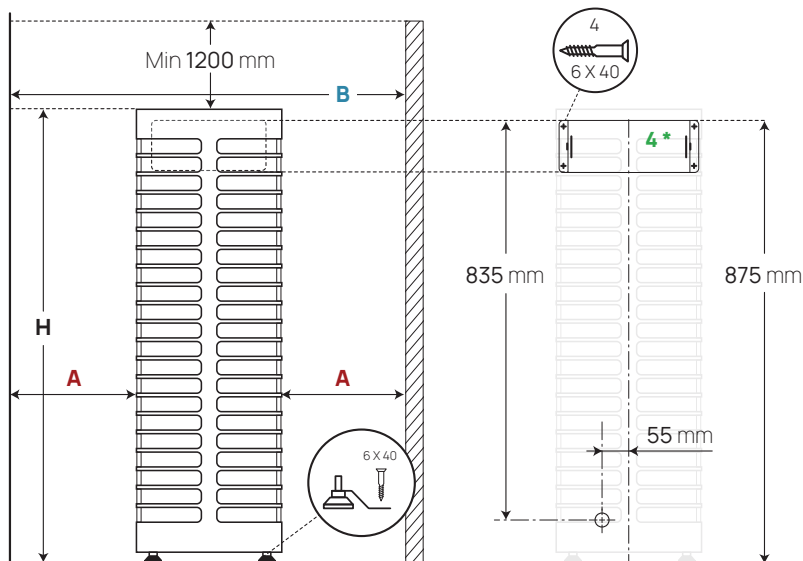

Figure 1. Installation du poêle électrique
- Les distances de sécurité minimales, sont-elles assurées là où le poêle électrique est installé ? (Les distances minimales de sécurité jusqu'aux murs et plafond de salle de sauna, à respecter lors du montage du poêle électrique, sont indiquées dans le **Tableau 1** et sur la **Figure 1.**)
- Vissez au fond du poêle les **pieds** (4) inclus dans le kit. Ajustez les pieds de manière à ce que le poêle soit à la position verticale.
- Fixez les modèles **HUUM STEEL 6, 9 et 11** au sol à l'aide des supports inclus dans le kit. Mettez le support sur le pied du poêle comme illustré à la **Figure 1** et fixez-le avec une vis appropriée au matériau du plancher (min. 6 x 40 mm).
- Fixez le poêle **HUUM STEEL Mini 4** au mur de salle de sauna à l'aide d'une plaque de montage mural incluse dans le kit. Voir la **Figure 1**.